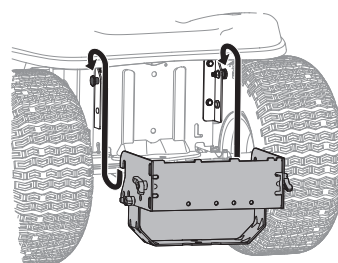

Figura 5
1. Coloque los extremos enganchados del conjunto de montaje sobre los pernos de los soportes de montaje previamente instalados en el tractor y alinee el orificio central del soporte del enganche con el orificio del enganche del tractor. Ver Figura 5.